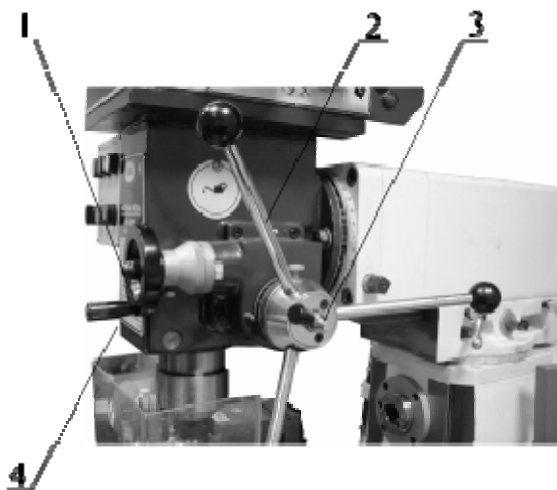

Рисунок 7.
**Органы управления на фрезерной головке (рис. 7).**